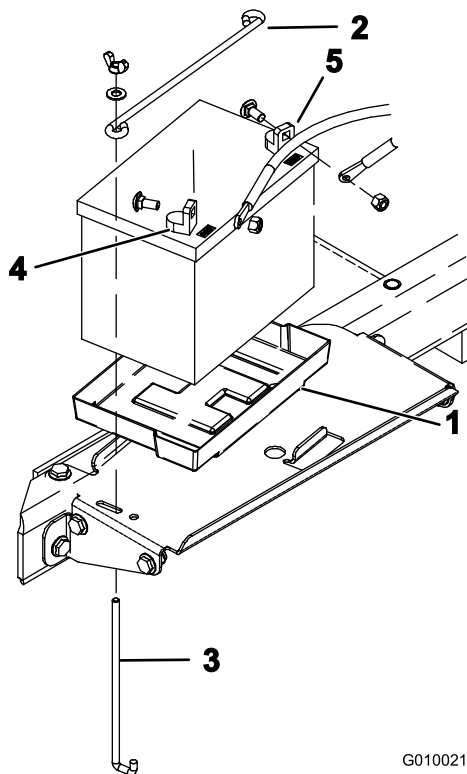

图 49
- A. 卸下将电池固定到托盘上的电池固定器和电池固定杆 图 49。
6. 将电池插入电池盒内的座盘如图 49 所示。